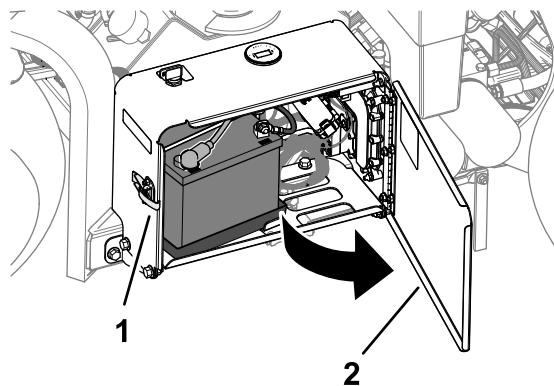

Figura 158
1. Destranque e abra a porta do compartimento da bateria (Figura 158).